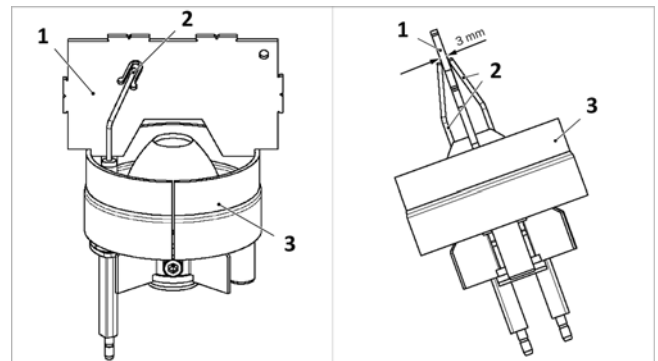

Abb. 14: Lage der Zündelectroden prüfen
2. Lage der Elektroden, wie in → Abb. 14 gezeigt, kontrollieren und ggf. durch vorsichtiges Biegen korrigieren.